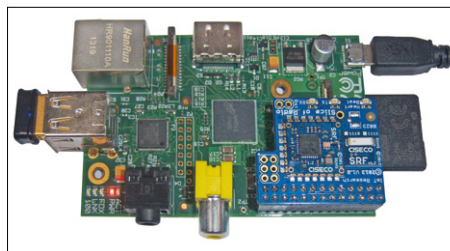

Figure 2. Raspberry Pi et module *Slice of Radio*.
L'interface du programme (fig. 2) a été conçue pour que l'utilisateur bénéficie d'un maximum de souplesse dans le contrôle des paramètres qui affectent de façon critique les systèmes de données échantillonnées, et qu'il voit leur effet sur
Figure 2. Tracés obtenus avec l'entrée de l'ASPE reliée à un générateur de signal qui délivre un signal modulé en amplitude (AM). La fenêtre du haut montre la représentation temporelle du signal, celle du bas son spectre de fréquences. On distingue nettement la porteuse de 13 kHz et les bandes latérales de 1 kHz.
Enfin, l'UI dispose d'une fonction de zoom très puissante, comme vous pouvez le constater sur la fenêtre *Spectrum* de la figure 2. Ce zoom multi-échelle permet de visualiser les tracés avec un niveau de détail impressionnant.